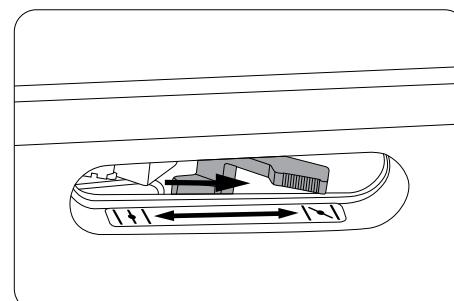

рис. 23
Поверните рычаг воздушной заслонки (2) в положение (рис. 23).